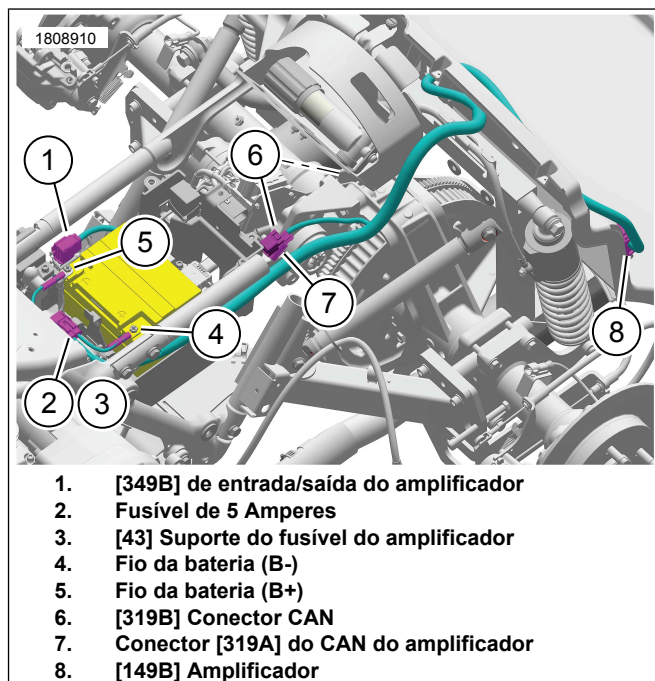
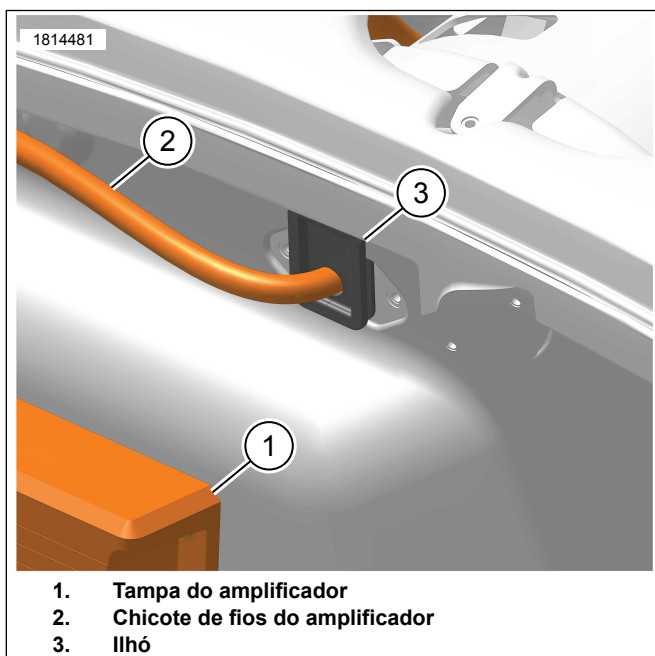

Figura 6. Roteamento do chicote de fios do amplificador
Figura 7. Ilhó
1. Figura 6 Roteie o chicote de fios ao longo do quadro.
2. Roteie o ramo do chicote de fios com o conector [349B] (1) por trás da área da caixa da bateria em direção à tampa lateral direita.
9. Figura 6 Roteie o conector [149B] (8) do chicote de fios até o amplificador.
10. Conecte o conector [149B] (8) ao amplificador.
11. Figura 7 Instale o anel isolante.
- a. Usando a fenda no anel isolante (3), instale no chicote de fios do amplificador (2).
- c. Instale o anel isolante (3) no baú.